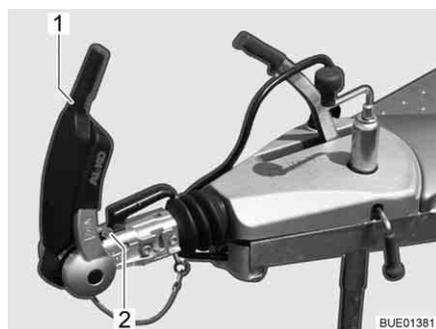

Fig. 190 Visualizador Forros de fricción adelante y atrás
- Abrir el tirador de estabilización (Fig. 190,1).
El control se realizará a través del visualizador delante de la palanca de acoplamiento (Fig. 190,2).